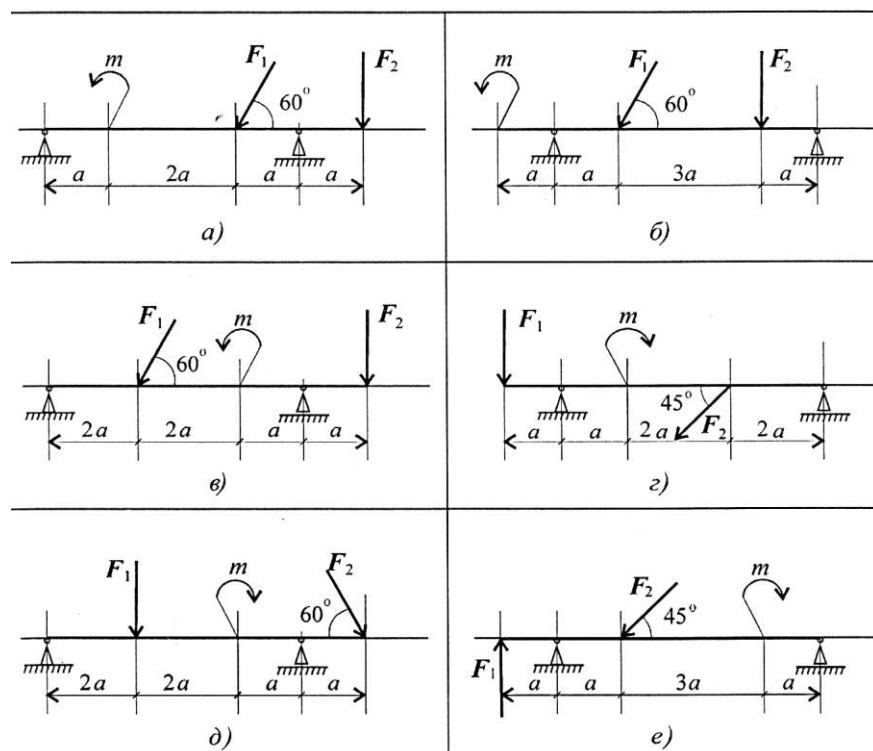

Рис.18.
**Расчетно-графическая работа 2. Темы 1,3, 1.4.** Определить величины реакций в опоре зашечленной балки или шарнирных опорах. Провести проверку правильности решения. Данные выбрать из табл.2 и рис. 18 и 19.